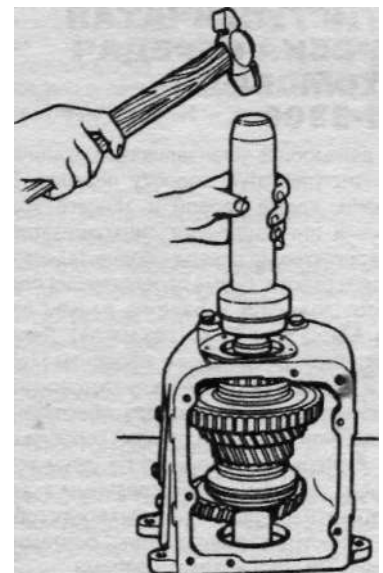

Рис. 3.30. Запрессовка шарикового подшипника вторичного вала
- уаановить в картер подсобранный вторичный вал. Установить на шариковый подшипник вторичного вала стопорное кольцо, напрессовать подшипник на шейку вала и запрессовать его в отверстие картера. Подшипник аавить канавкой наружу (рис. 3.30);